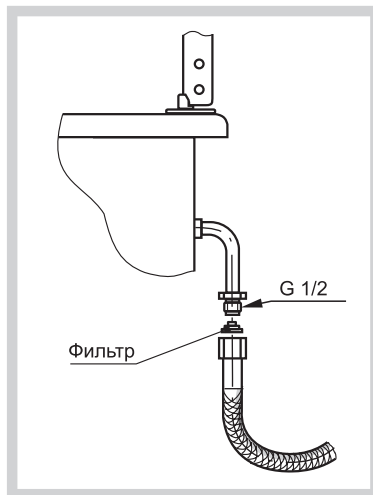

Рис.12
- выбранный шланг должен иметь документ, указывающий дату изготовления, срок службы и замены, и установлен в соответствии с рис.12;